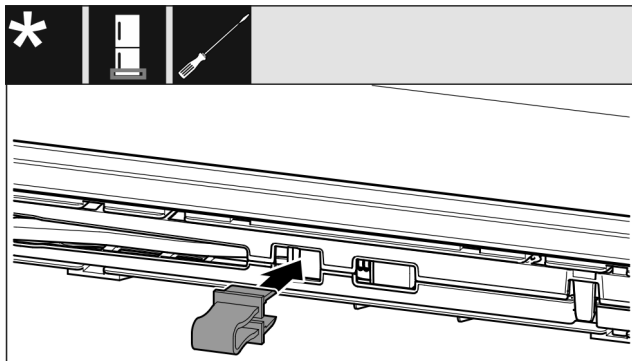

Fig. 15
- Pojistku nechte zapadnout do otvoru. (viz Fig. 15)